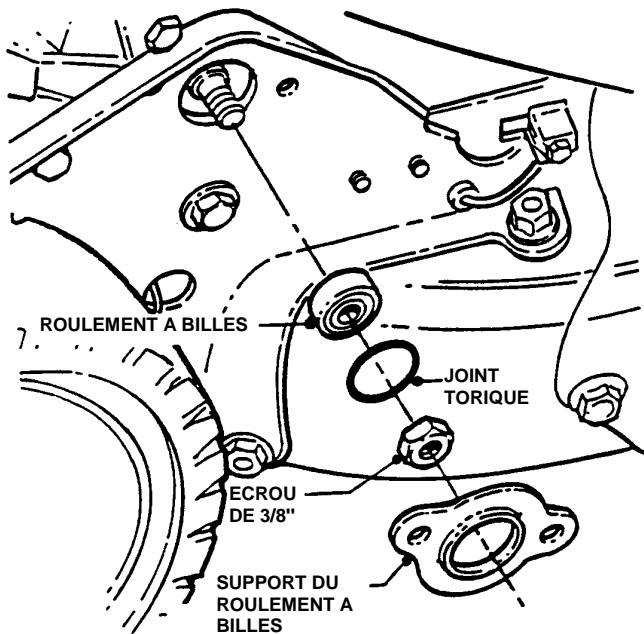

FIGURE 4.14
2. Retirez l'écrou à tête hexagonale de 3/8" qui se situe à l'extrémité de l'arbre hexagonal, sur la partie extérieure du support de roue droite. Voir figure 4.14.